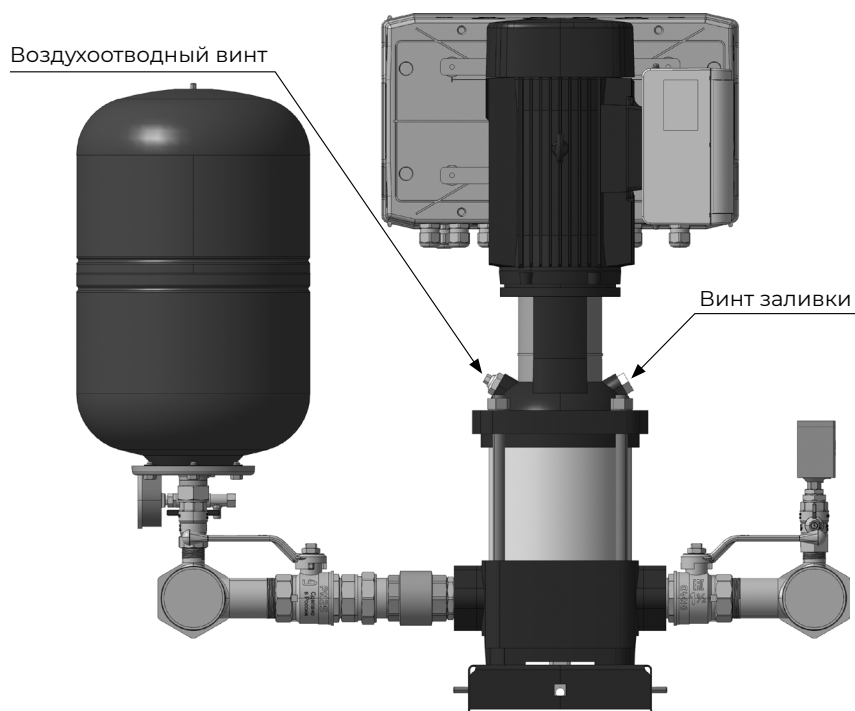

Рис. 11 Пример расположения воздухоотводного винта и винта заливки
4. Закрыть запорную арматуру на напорном трубопроводе. Заполнить перекачиваемой жидкостью все насосы (винт заливки на рис. 11) и всасывающий трубопровод. Провернуть вал насоса вручную убедившись, что вал вращается свободно.